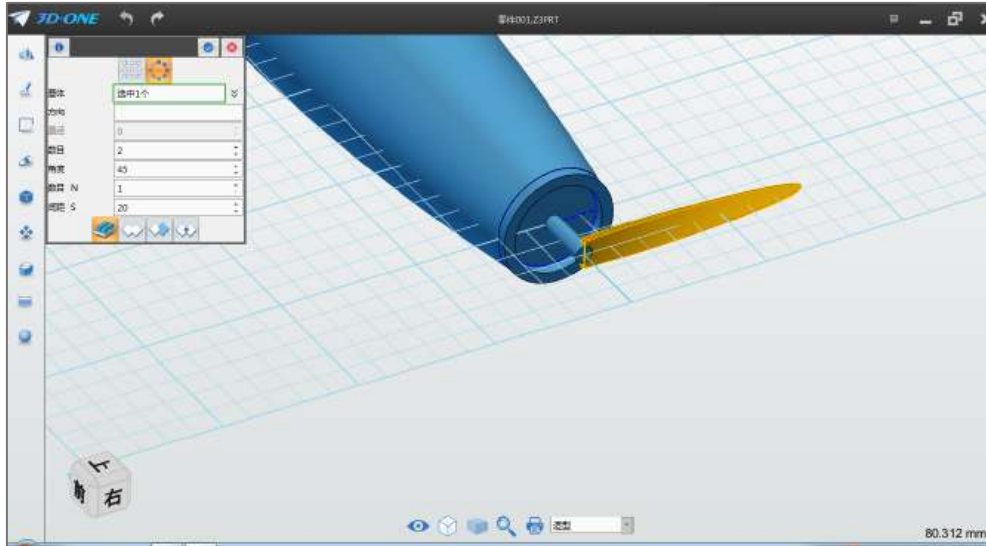

图 2-14
Step 14 范围默认不变，扭转角度设为 60° ，点击确定，完成扭转。选择阵列命令 ，阵列类型选择圆周阵列，基体选择上步骤扭转的扇叶，如下图 2-14 所示：